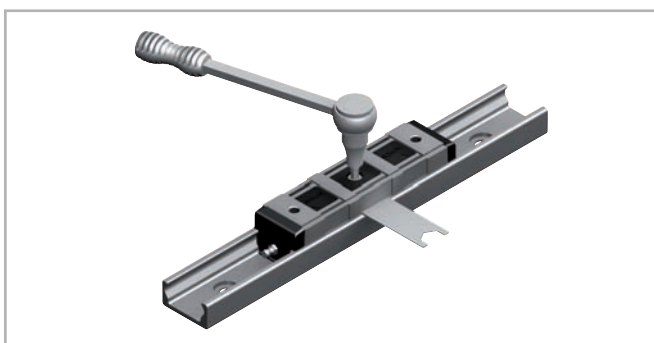

Fig. 98
- (7) Mentre si tiene il perno volvente in posizione corretta con la chiave di regolazione, avvitare accuratamente la vite di fissaggio. L'esatta coppia di serraggio sarà verificata in seguito (vedere fig. 98 e tab. 42).
- (8) Muovere il cursore nella guida e controllare il precarico su tutta la lunghezza della guida. Il movimento deve essere scorrevole, il cursore non deve avere gioco in nessun punto della guida.
- (9) Per i cursori con più di 3 perni volventi, ripetere questa procedura per ogni perno volvente da regolare. Accertarsi che tutti i cuscinetti abbiano un contatto uniforme con le piste di rotolamento.
- (10) Serrare quindi le viti di fissaggio alla coppia di serraggio prescritta riportata in tabella, mantenendo nel contempo la posizione angolare del perno con la chiave piana. Una filettatura speciale nei perni volventi mantiene fissa questa posizione, una volta regolata.
- (11) Montare i tergilista dei cursori CSW e CDW e provvedere alla corretta lubrificazione delle piste.